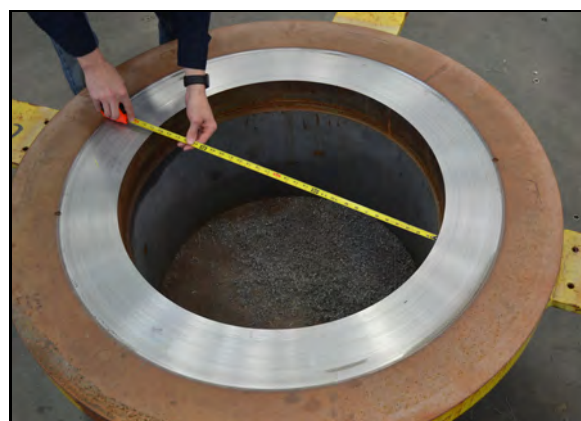

РИСУНОК 3-3. ИЗМЕРЕНИЕ ДИАМЕТРА ОТВЕРСТИЯ
1. Измерьте внутренний диаметр отверстия (рис. 3-3).